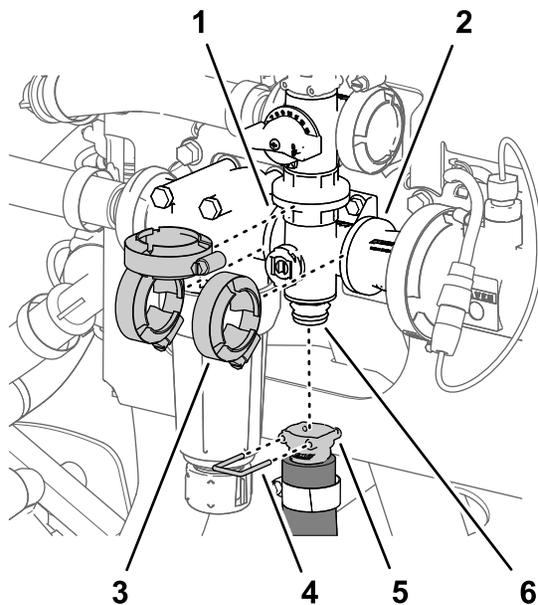

Figura 104
1. Retire o pino de ligação rápida que prende o acoplador de ligação rápida para o tubo da agitação ao coletor para a válvula de agitação (Figura 104).
2. Retire as 3 braçadeiras da flange que prendem o coletor da válvula de agitação às flanges da cabeça do filtro de pressão e ao adaptador do acoplamento (Figura 104).